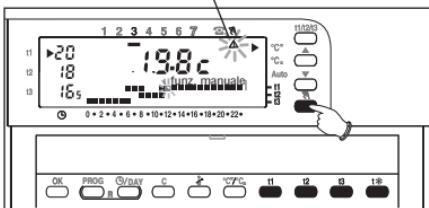

Fig. 34
- Premere brevemente il tasto ☰; appare l'indice ▲, lampeggiante, sotto il simbolo ☰ e il livello di temperatura in corso è applicato alle restanti ore del giorno (fig. 34).